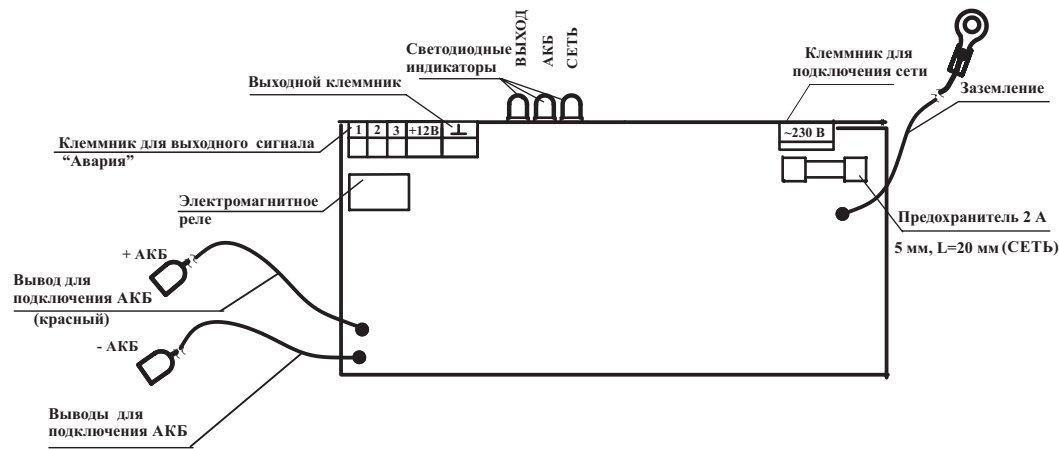

Рисунок 1 – Плата источника
6.3 Подключение соединений производить в следующей последовательности (см. рисунок 1):
При отсутствии АКБ измерение напряжения на выводах для подключения АКБ (см. рисунок 1) является некорректным и его величина не регламентируется.